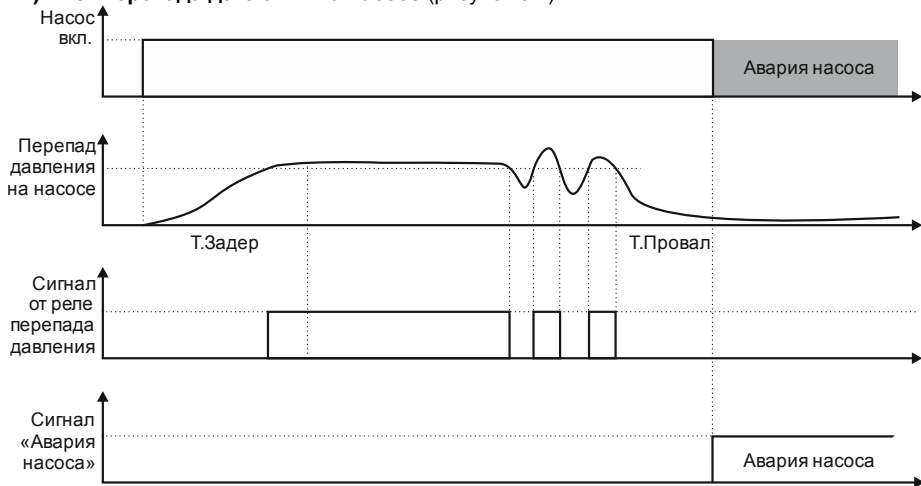

Рисунок 3.2 - Обработка сигнала от датчика перепада давления ($\Delta P1/\Delta P2$)
4) Нет перепада давления на насосе (рисунок 3.2)